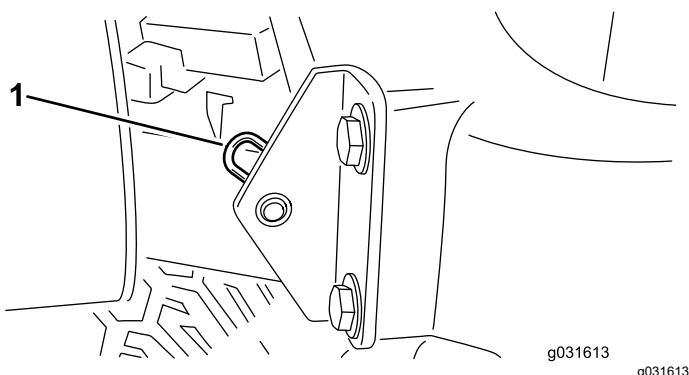

Figura 74
2. Togliete la coppiglia che fissa il perno del cofano alle staffe di montaggio (Figura 74).